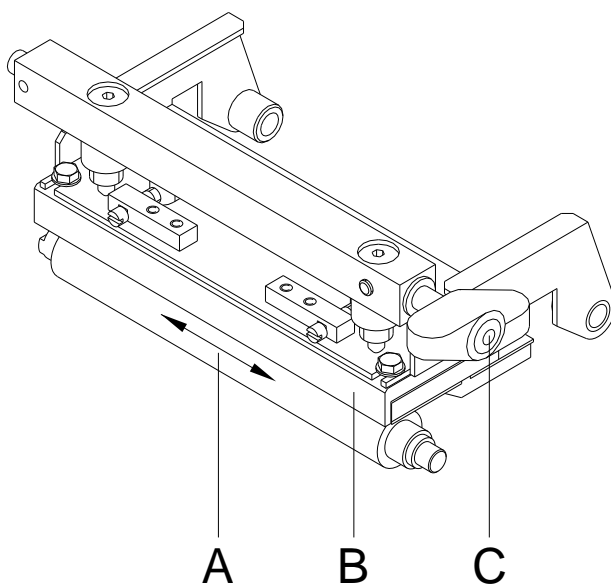

Figure 13
2. Tourner le levier (A, en Figure 13) en sens inverse des aiguilles d'une montre pour déverrouiller la tête d'impression.
7. Pour fermer la tête d'impression tourner le levier (A, en Figure 13) dans le sens des aiguilles d'une montre jusqu'à ce qu'il engage.